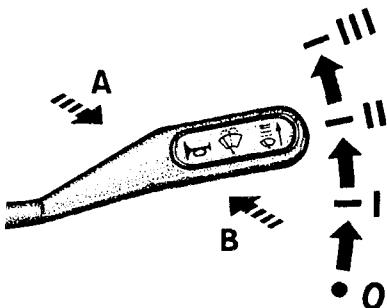

Рис. 5.10. Положения рычага переключателя стеклоочистителя и стеклоомывателя (со звуковым сигналом)
* На части автомобилей звуковой сигнал включается переключателем стеклоочистителя и стеклоомывателя (см. рис. 5.10).
При положении рычага переключателя (рис. 5.10): 0 – стеклоочиститель выключен; I – включена прерывистая работа стеклоочистителя; II – включена малая скорость стеклоочистителя; III – включена большая скорость стеклоочистителя.
Если в переключателе установлен выключатель звукового сигнала (см. рис. 5.10), то для кратковременного включения омывателя и стеклоочистителя рычаг переключателя необходимо перевести из положения 0 от себя (в направлении стрелки «A»), а для вклю-